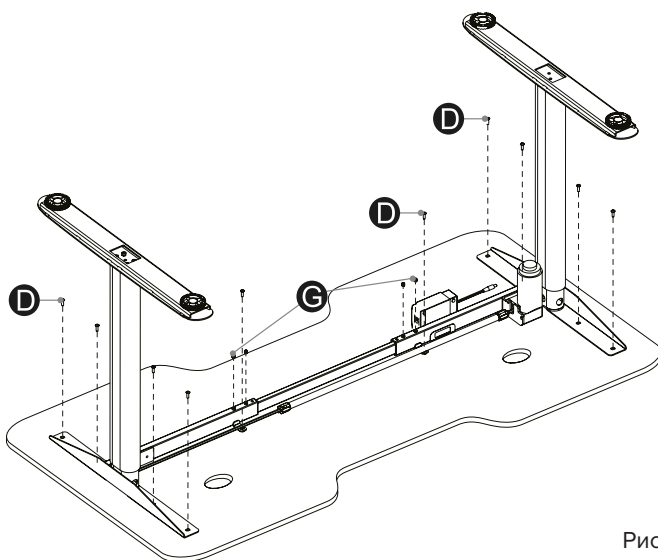
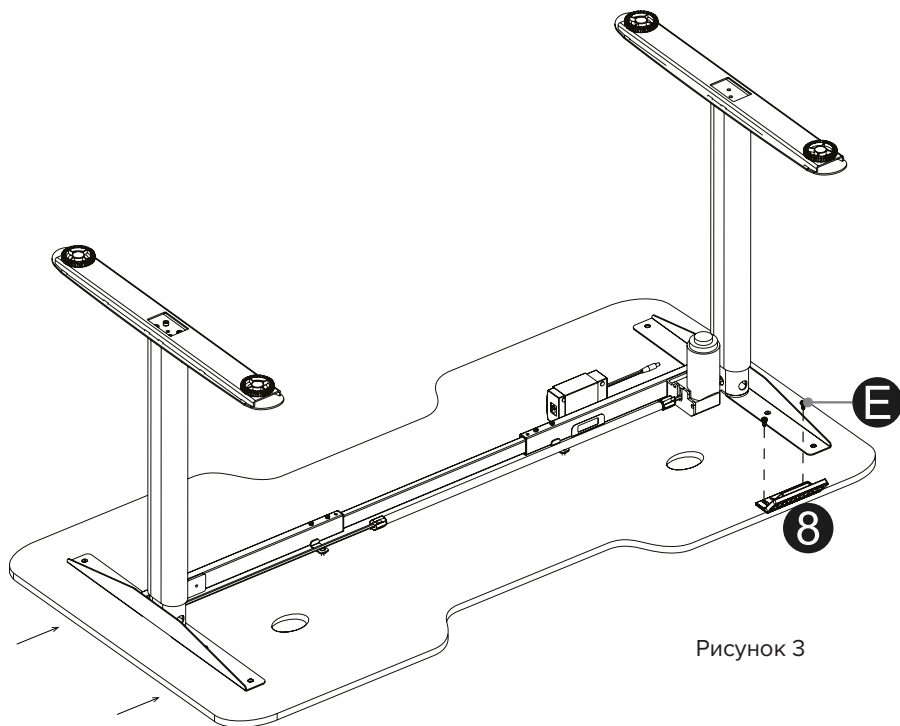

Рисунок 1
Рисунок 3
1. Первый способ ориентирован на мастеров, у которых рабочая рука левая (рисунок 3). В этом случае пульт управления будет закреплен с левой стороны, там же где расположен двигатель, а кабель-менеджмент на струбине - справа (рисунок 1).